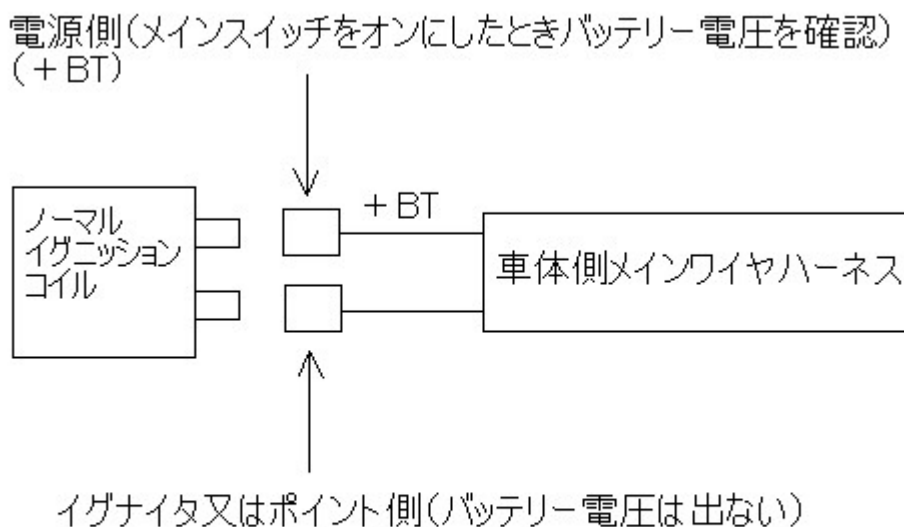

図1 電源側の確認
- ① ノーマルイグニッションコイルを取り外して下さい。取り外した後、車体側の配線端子で電源側、イグナイタ側をテスターで確認して下さい(図1参照)
- ② SP2 パワーコイルとプラグコードを7、8ページ「プラグコードコネクタ装着方法」に従って接続して下さい。コード／キャップは、高電圧によるリーク防止の為、新品又は同様品を使用して下さい。
- ③ SP2 パワーアンプの位置を設定し両面接着シートで固定して下さい。アンプは熱を発生しますので風通しに十分注意して下さい。
芯線が銅線数本よりのもの(図1)はそれを芯線として折り返す。